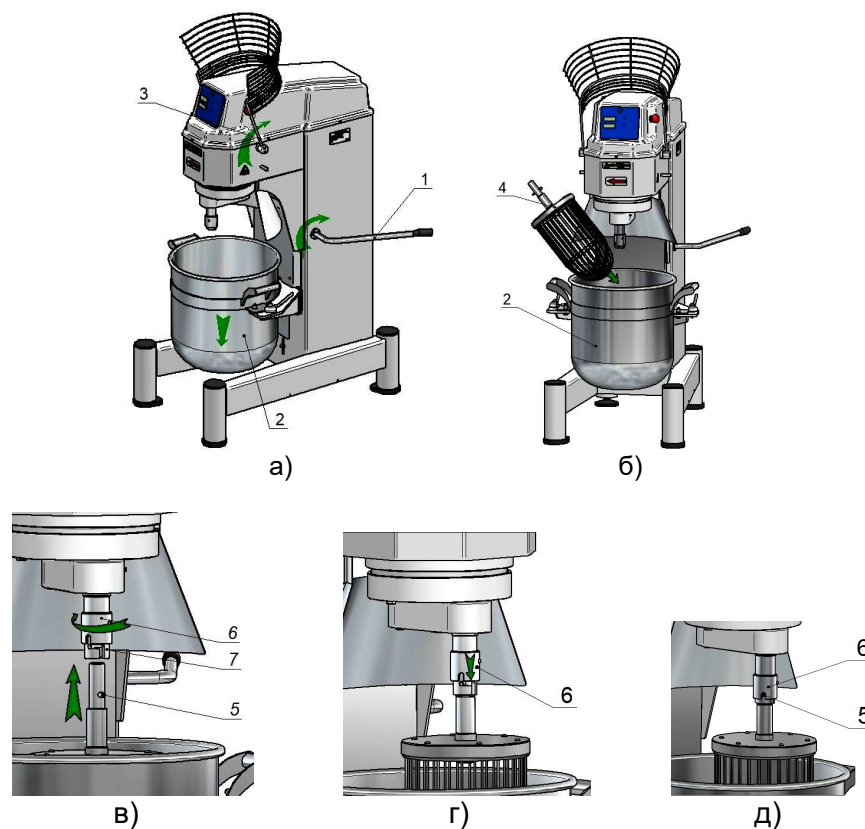

Рис. 3 Установка насадки для замеса
7.1.1. Поверните рычаг (1) по часовой стрелке до упора (рис. 3«а»). При этом дежа (2), установленная на кронштейне лифтового механизма, опустится вниз.
7.1.3. Возьмите необходимую для работы сменную насадку (4) для замеса и поместите её внутрь дежи (2) (рис. 3«б»).
7.1.4. Совместите ось хвостовика сменной насадки с осью шпинделя таким образом, чтобы штифт (5) был расположен напротив продольного паза шпинделя. Вставьте хвостовик сменной насадки в шпиндель и поверните её как показано на рис. 3«в», предварительно подняв вверх фиксатор (6) шпинделя.
7.1.5. Опустите фиксатор (6) шпинделя вниз. Установка сменной насадки завершена. (рис. 3«г» и 3«д»).